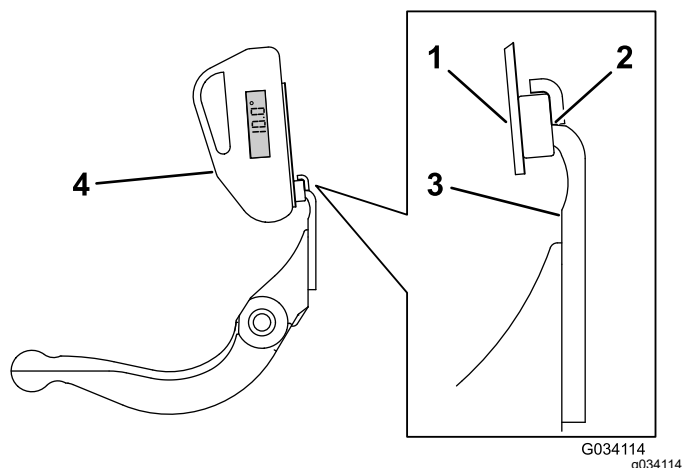

Figura 31
- 3. Coloque el soporte del indicador de ángulo sobre el filo de la contracuchilla de manera que el borde del imán esté enrasado con el filo de la contracuchilla (Figura 31).
4. Coloque el indicador de ángulo en el soporte, según se muestra en Figura 31.